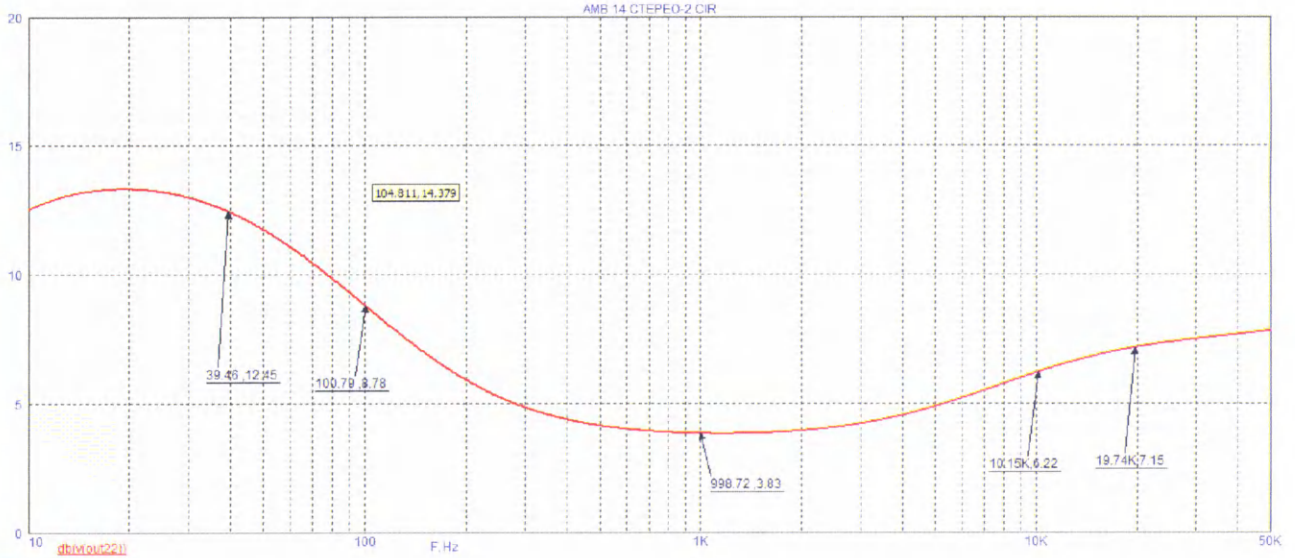

Рис. 5
На рис. 5 показана амплитудно-частотная характеристика модели канала. Коэффициент передачи на частоте 40 Гц — +12 дБ, на частоте 1 кГц — +4 дБ, на частоте 20 кГц — +7 дБ. Рассчитанные в соответствии с формулами (1) —